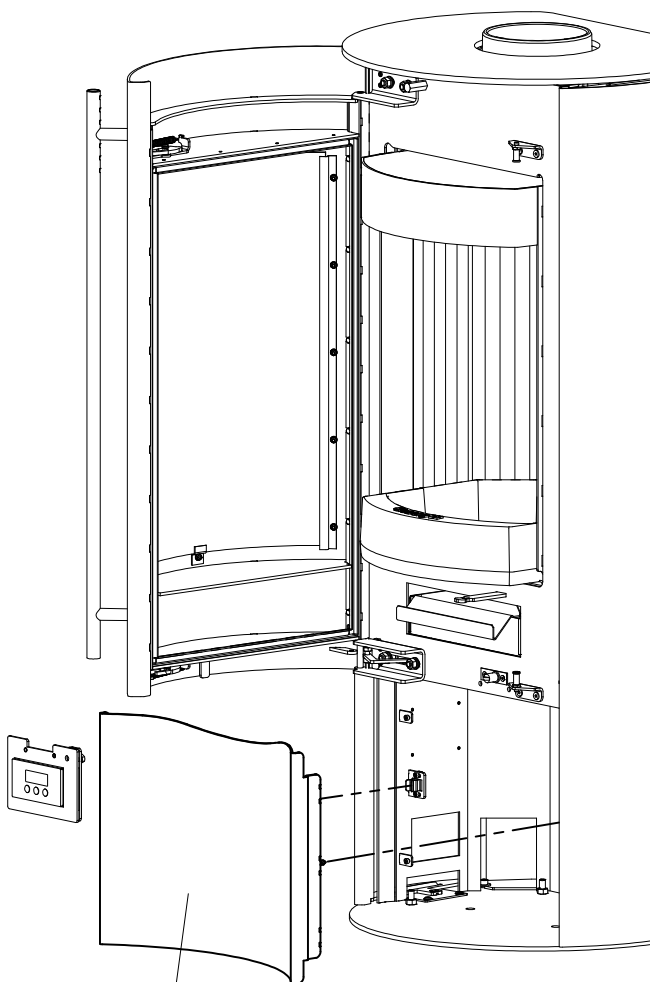

Fig.3
- Onderste voorpaneel (Pos.8, Fig.3) voorzichtig naar voren er uit trekken.
- Onderste voorpaneel (8) monteren (Fig.3). Daarbij de bedrade elektronica over het onderste voorpaneel voor het apparaat voeren.